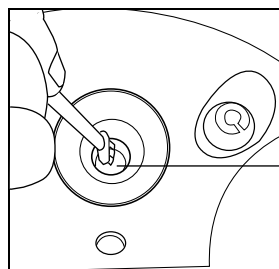

Figura 1
4. Use **SÓLO** el cepillo para limpieza incluido para limpiar cuidadosamente el disco y eliminar las incrustaciones y materiales depositados. (Figura 1) **No frote ni raspe el disco ultrasónico.**
*Limpie el disco sólo con el cepillo. No debe utilizar ninguna otra herramienta para la limpieza. **SÓLO EL CEPILLO.** (Figura 1)